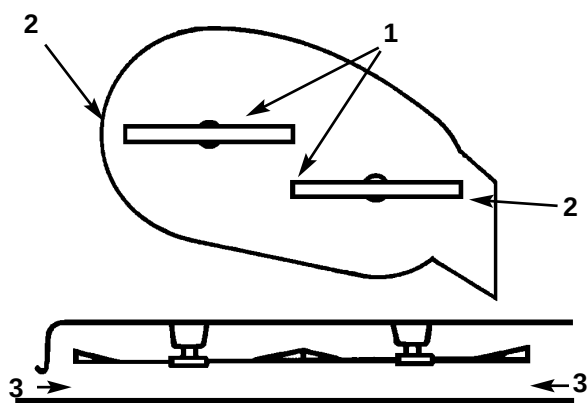

Fig. 48
2. Fjern remskivedækslets monteringskruer og remskivedækslerne fra begge knivremskiver (fig. 48).
3. Løsn, men fjern ikke bolten og møtrikken, der fastholder mellemremskiven og remstyret (fig. 48).
4. Drej forsigtigt kniven (ene) fra side til side (fig. 48). Mål afstanden mellem de yderste skær og den flade overflade (fig. 48). Hvis begge mål ikke ligger inden for 4,762 mm, skal de justeres; se punkt 5 og 6.